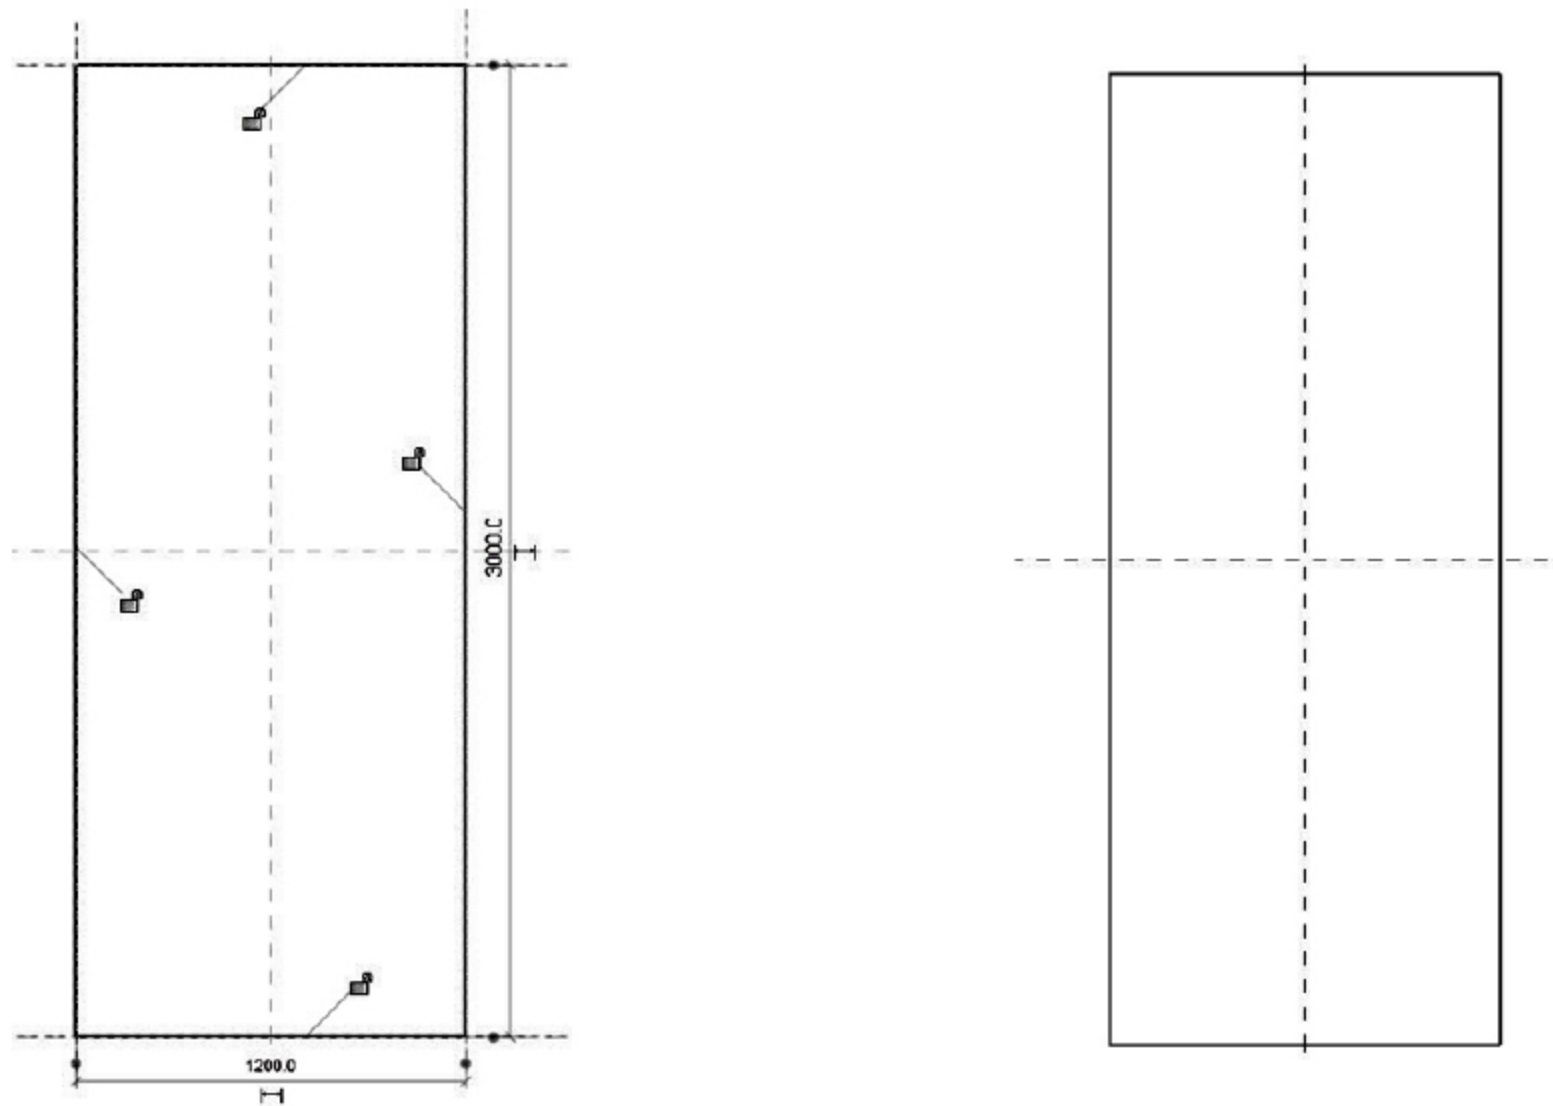

图 2.1.17 绘制承台截面
(3) 绘制承台截面。选择“创建”→“拉伸”→“矩形”命令，绘制矩形承台截面，删除多余的辅助线，如图 2.1.17 所示。